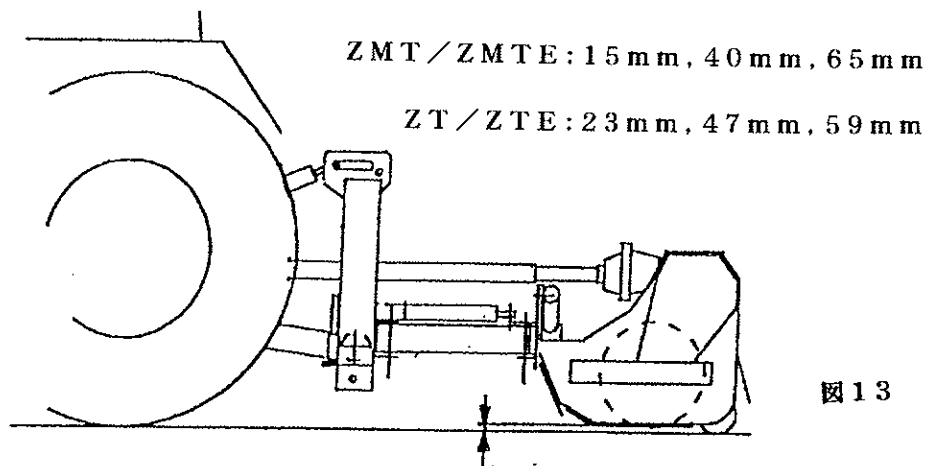

図13
- 刈り取る作物や、希望の刈り取る内容に応じて、刈り取りヘッダーのローラーで刈り高さを調整します。(図13)
- 本機を作業用途及び、刈り取る作物に合わせて調整して下さい。刈り高さ調整を、前述の刈り高さ調整の項を参照して下さい。(図13)